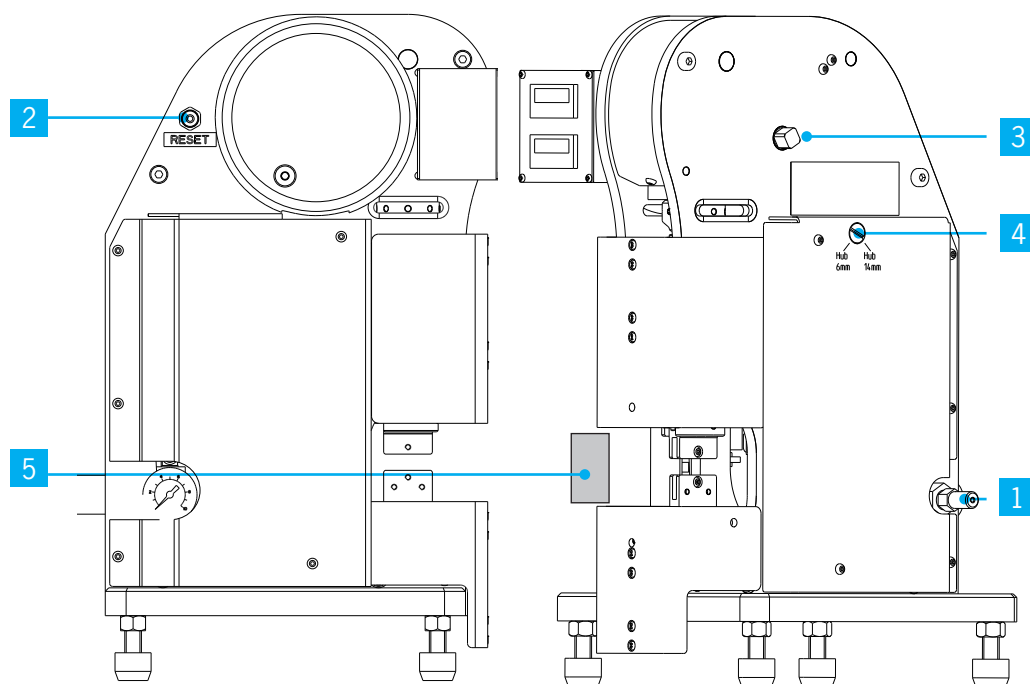

Abb. 3
- der eingestellte Arbeitshub ist an der Stellung der Schwenkwelle Abb. 3/4 sowie am Abstand zwischen dem Crimpeinsatz zu erkennen
- Luftzufuhr mittels Absperrventil Abb.3/1 unterbrechen, Maschine von Druckluft trennen, Absperrventil wieder öffnen
- die Maschine über den RESET-Taster Abb.3/2 entlüften, dabei schließt sich der Sicherheitsschutz automatisch
- mit einem Maulschlüssel den Vierkant der Gegenlage Abb.3/3 gegen den Uhrzeigersinn drehen, bis sich der Crimpeinsatz berührt
- mit Schraubendreher Schwenkwelle gegen Federdruck eindrücken und schwenken bis zum Anschlag gemäß der Kennzeichnung Abb.3/4.
- Einstellhilfe zwischen Schutzober- und -unterteil stellen, so dass im drucklosen Zustand ein Zusammenfahren des Sicherheitsschutzes vermieden wird Abb.3/5
- mit Maulschlüssel SW 12 Gegenlage Abb.3/3 gegen den Uhrzeigersinn drehen, bis der Crimpeinsatz (druckfrei) geschlossen ist
- Prüfung der Passgenauigkeit von Ober- und Unterteil durch Schließen des Crimpeinsatzes; durch Drehen der Gegenlage Abb.3/3 mit Maulschlüssel SW 12
- Einstellhilfe entnehmen Abb.3/5; der Schutz schließt selbstständig
- Absperrventil schließen, Druckluft anschließen, Absperrventil wieder öffnen Abb.3/1
- Einstellhilfe zwischen Schutzoberteil und Schutzunterteil stellen, so dass im drucklosen Zustand ein Zusammenfahren des Sicherheitsschutzes vermieden wird Abb.3/5
- Entlüften der Maschine durch Betätigen RESET Abb.3/2
- Prüfung der Parallelität von Ober- und Unterteil durch Schließen des Crimpeinsatzes, dazu mit einem Maulschlüssel den Vierkant der Gegenlage Abb.3/3 gegen den Uhrzeigersinn drehen, bis sich Ober- und Unterteil berühren können
- Maulschlüssel SW 12 von der Gegenlage Abb.3/3 entfernen
- Einstellhilfe entnehmen Abb.3/5
- Luftzufuhr mittels Absperrventil Abb.3/1 unterbrechen; Druckluftzufuhr trennen und Absperrventil wieder öffnen
- Innensechskantschlüssel entfernen und Einstellhilfe Abb.3/5 entnehmen
- Absperrventil öffnen Abb.3/1